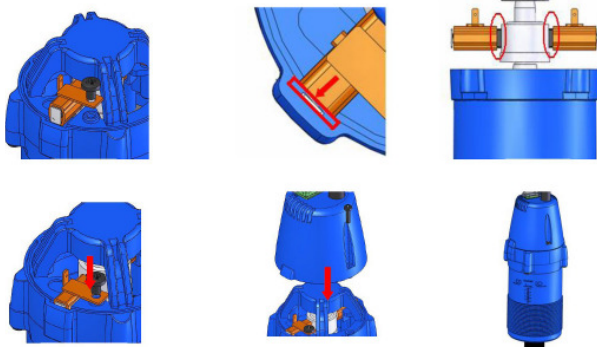

Abb. 13: Neue Motor Kohlen einsetzen
Schritt 4: Die neuen Kohlen in die Führungen einsetzen. Die Platte am Ende der Kohlebürste muss über der Kerbe am Gehäuse stehen (Abb. 13 oben, rote Markierung). Die Kohlebürsten müssen den Motorkollektor berühren (Abb. 13 oben rechts).
Schritt 5: Die Schrauben der Kohlenführungen einschrauben und festziehen. Das obere Gehäuse aufsetzen und mit den Gehäuseschrauben festschrauben (Abb. 13 unten).